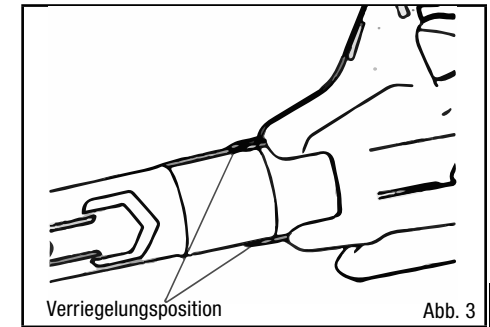

Abb. 3
2. Ziehen Sie das Rohr aus der Werkzeug-Verriegelungsposition heraus Abb.3